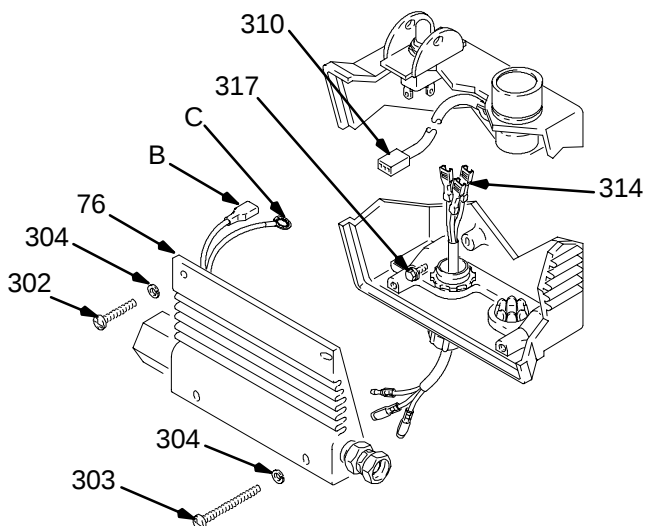

Fig. 8
3. Saque los cuatro tornillos y arandelas de montaje (302, 303, 304) de la tapa del dispositivo de control de presión (76). Vea la Fig. 8.
4. Retire con cuidado la tapa del dispositivo de control de la presión (76) para no estirar los cables.
5. Desconecte los hilos blanco y negro del cable del dispositivo de control de presión (314) de la tapa del mismo.
6. Desconecte el conjunto del cable del potenciómetro (310) de la tapa del dispositivo de control de presión.
7. Desconecte el cable rojo (B) del interruptor de encendido ON/OFF.
8. Afloje el tornillo del terminal de conexión a tierra (317) y desconecte el cable de conexión a tierra (C).